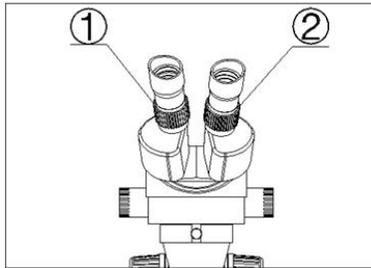

Fig. 3
- e) Observar a amostra através da ocular direita e para que a imagem fique nítida ajuste a escala de dioptria direita ② (Fig. 3);
- h) Observar a amostra através da ocular esquerda e para tornar a imagem nítida gire a escala de ajuste de dioptria esquerda ①